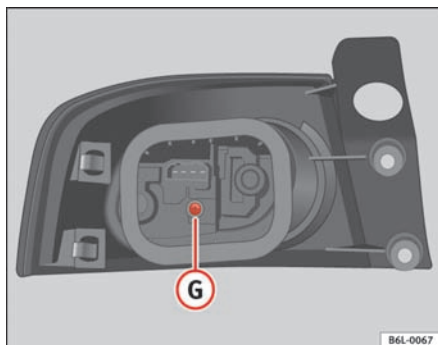

Fig. 161 Baglygter på karrosseri
- Skru skruen **G** ud ⇒ fig. 161.